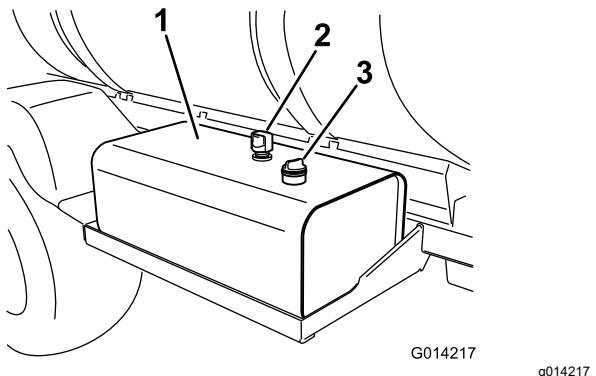

Figure 97
- Nettoyez la surface autour du bouchon-jauge du réservoir d'huile hydraulique et enlevez-le (Figure 97).